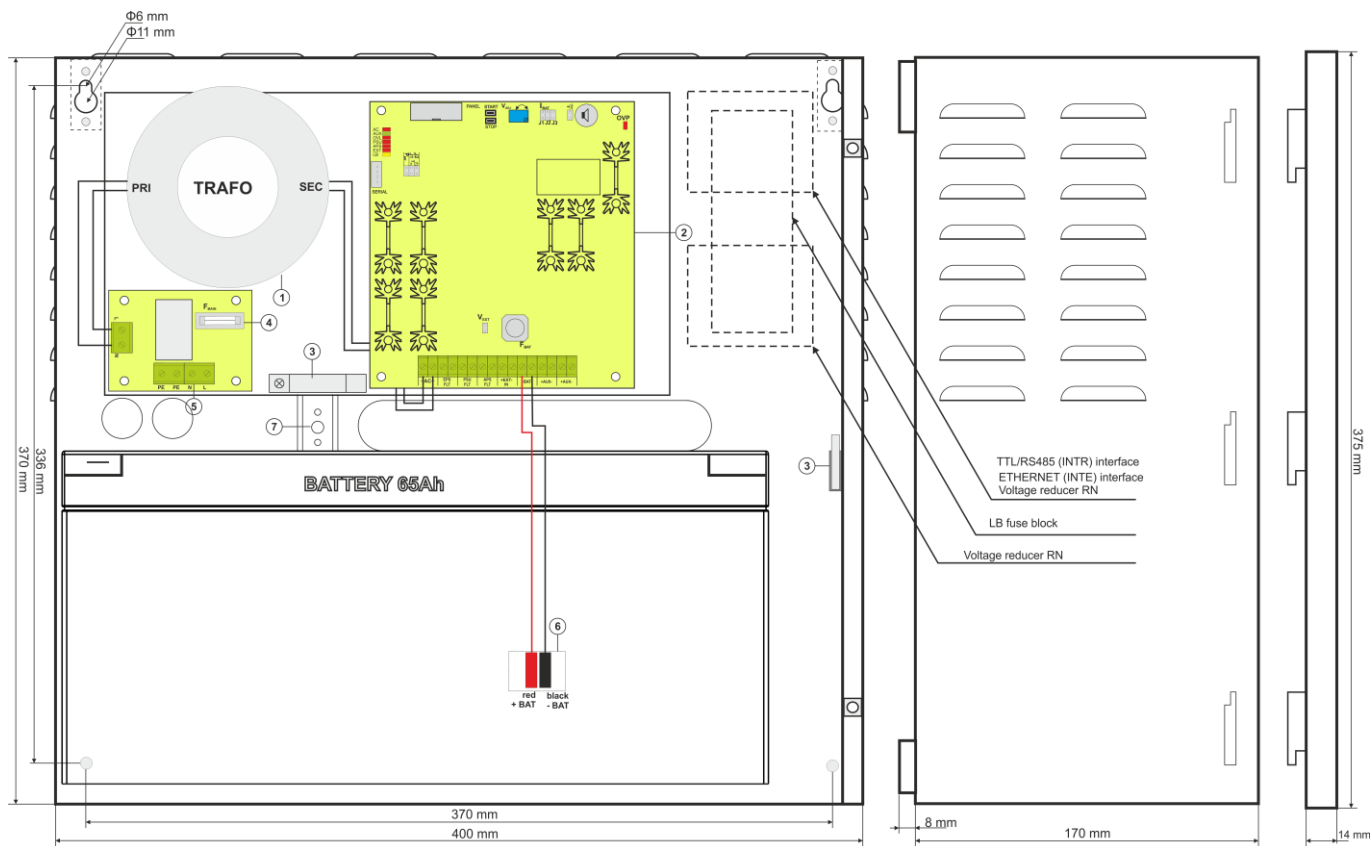

Abb.3. Anblick des Netzgeräts.
Tabelle 2. Elemente der Netzgeräts (siehe Abb. 3).
1. Man soll das Netzgerät an dem gewählten Ort montieren. Besonders wichtig ist, damit man an den Boden den Griff des Antisabotagetampers zudreht, der in dem mittleren Teil (siehe Abb. 3 [7]) untergebracht wird, und der verantwortlich für die Signalisierung der Probe des Abreißen des Gehäuses vom Boden ist. Die richtige Ausführung dieser Operation ist eine der Anforderungen der Erfüllung der Norm EN 50131-6.